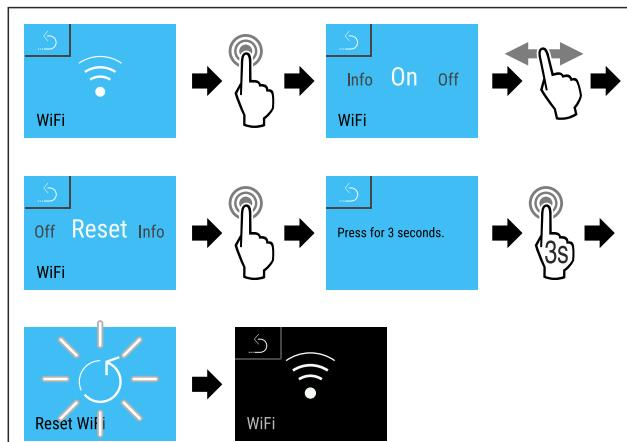

Fig. 122
- Seguir los pasos de procedimiento (consulte Fig. 122).